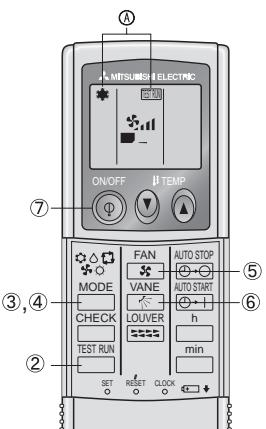

Fig. 7-2
7.2.2. Использование беспроводного пульта дистанционного управления (Fig. 7-2)
- ① Включите питание блока по крайней мере за 12 часов до начала испытаний.
② Дважды нажмите кнопку  **TEST RUN**.